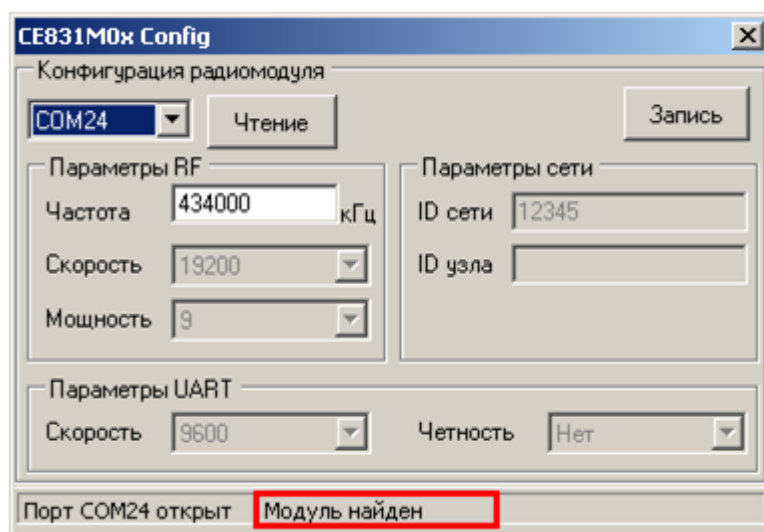

Рисунок 4 Строка статуса после установления связи с радиомодулем
- подать питание на счетчик, при этом в строке статуса должна появиться надпись «Модуль найден» (рисунок 4). В случае если модуль не найден, проверить правильность подключения модуля к ПК, отключить питание счетчика и повторно подать.